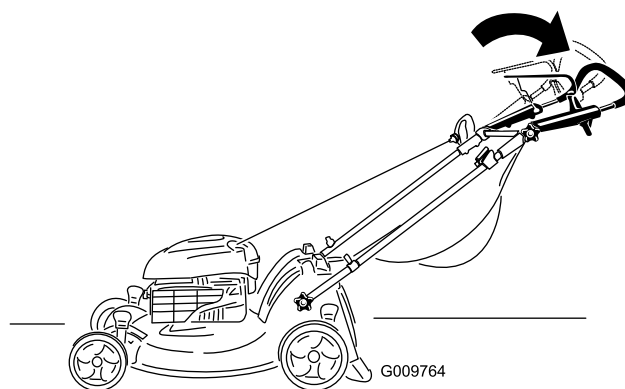

Рисунок 19
2. Переведите верхнюю часть рукоятки в необходимое положение (Рисунок 19).
3. Надежно затяните головку верхней части рукоятки (рис. 19).